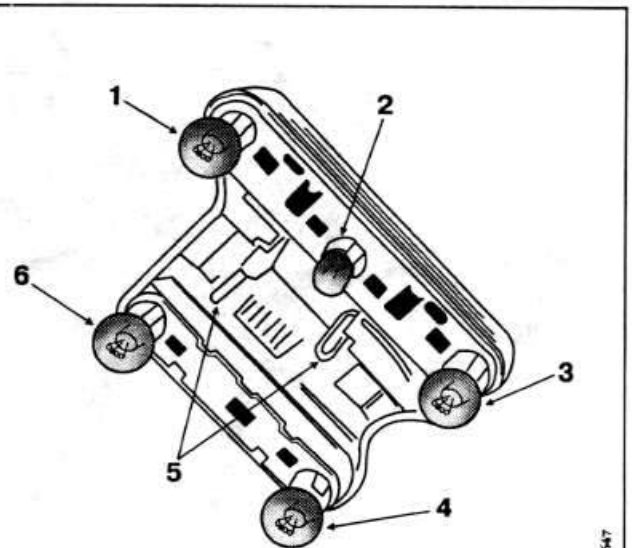

Рис. 24. Замена ламп задних фонарей:
**Замена ламп задних фонарей.** Ламподержатели задних фонарей, установленные в гнездах задних крыльев, закрыты облицовками со стороны багажного отделения. Для замены ламп заднего фонаря снять облицовку, двумя пальцами через вырезы отжать пружинные защелки «5» (рис. 24) и вынуть ламподержатель. **Замена ламп освещения номерного знака.** С помощью отвертки небольшого размера осторожно вынуть ламподержатель из заднего бампера, повернув его против часовой стрелки. **Замена ламп освещения салона.** Для замены лампы плафона приподнять корпус плафона с помощью отвертки и отвести его в сторону. Для замены лампы направленного света повернуть и вынуть ламподержатель.